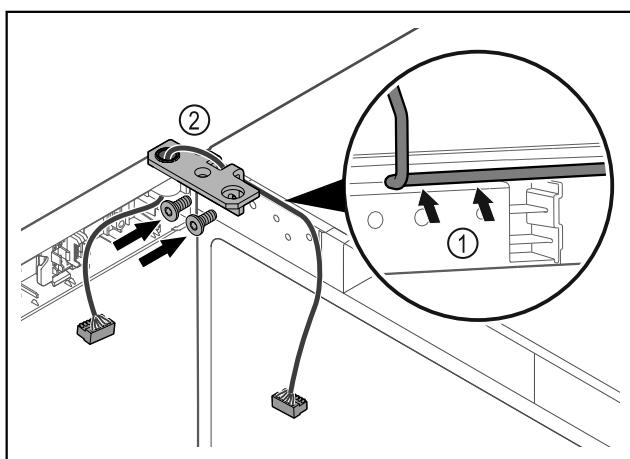

Fig. 47
- ▶ Prakiškite laidą pro šarnyrinio kampuočio angą ir atsargiai nutieskite Fig. 47 (1).
- ▶ Prisukite šarnyrinį kampuotį Fig. 47 (2).